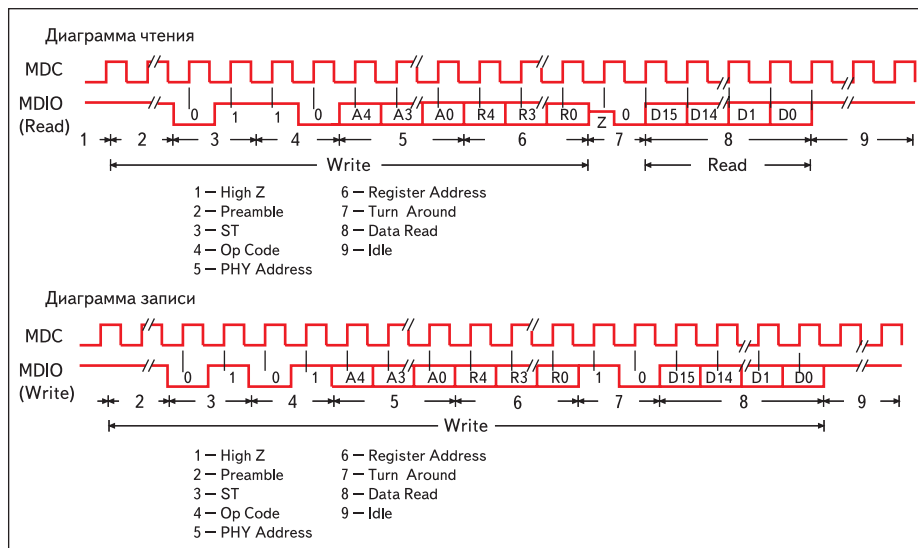

Рис. 16. Структура кадров служебного интерфейса по чтению и записи данных
- Если есть служебный интерфейс, то проверить, что он работает. Проверить осциллограмму по передаче и затем по приему. Интерфейс состоит из линии данных (MDIO) и линии частоты (MDC). Структура кадра показана на рис. 16 (чтение и запись).